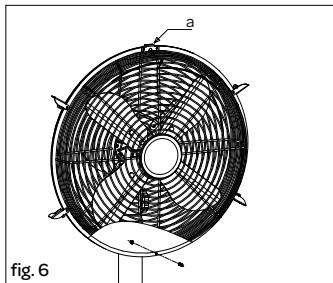

fig. 6
- Plaats de voorste beschermkorf in lijn met de achterste beschermkorf met behulp van de positioneringsklem [a] aan de bovenzijde om beide onderdelen goed aan elkaar te bevestigen - fig. 6.